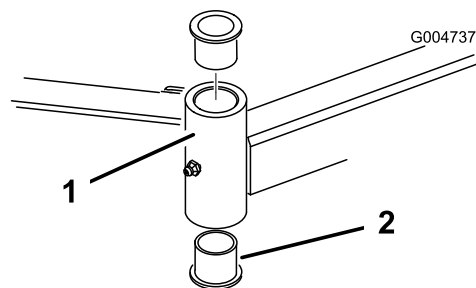

Figura 104
4. Inserite un punteruolo nella parte superiore o inferiore del tubo di fissaggio, e spingete la boccola fuori del tubo (Figura 104).